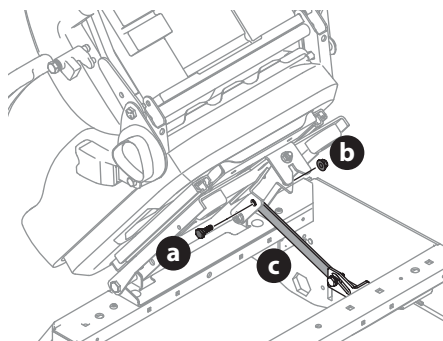

Fig. 9
3. Retirez la vis à épaulement (a) et le contre-écrou à collerette (b) du sac manuel et installez le support de verrouillage du siège (c) (Fig. 9).